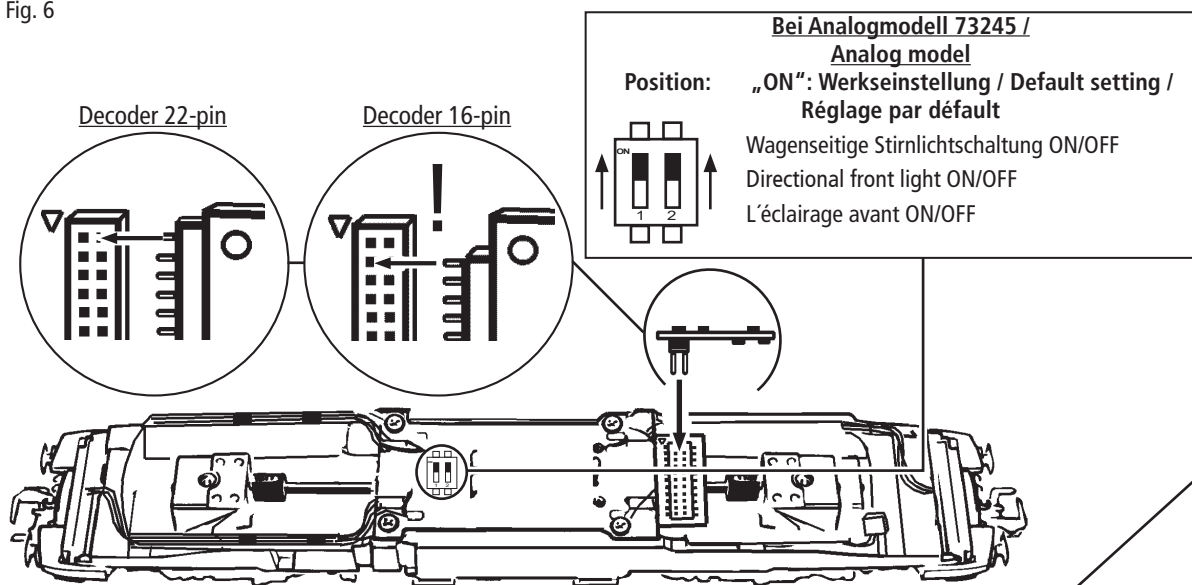

Fig. 7
4. Kohlebürstenwechsel: Lokgehäuse abnehmen (Fig. 4). Danach wird der Motor ausgebaut und die Kohlebürsten ausgewechselt (Fig. 7).
4. Carbon Brush Changing: First remove loco body (fig. 4), and then the motor (fig. 7).
4. Remplacement des balais du moteur: Démontez la caisse (voir fig. 4). Démontez ensuite le moteur et échangez le balais (fig. 7).